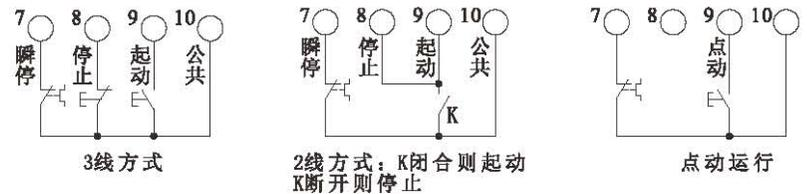

图5
b) 端子①、②为旁路输出:用于控制旁路接触器,为常开无源触点,启动完毕时闭合。触点容量:AC250V/5A。
c) 端子③、④为可编程继电器输出:输出方式与功能由设置项FE设定,为常开无源触点。详见第8页可编程继电器输出功能说明。触点容量:AC250V/5A。
d) 端子⑤、⑥为故障输出:软起动器发生故障或失电时闭合,工作正常时开路。触点容量:AC250V/5A。
- e) 端子⑦为瞬停输入:软起动器正常工作时此端子必须与端子⑩短接。若此端子与端子⑩开路时,软起动器停止工作,处于故障保护状态。此端子可受控于外部保护装置的常闭输出点。设置项FA设为0(初级保护)时,此端子功能被禁止。
- f) 端子⑧、⑨、⑩为外控启动、停止按钮输入接线端子。有两种接法,即3线方式和2线方式,如图5。
- g) 端子⑪、⑫为0~20mA直流模拟输出:用于实时监视电机电流,满度20mA时指示电机标称额定电流的4倍,可外接0~20mA直流电流表观察,该输出负载电阻最大值为300Ω。